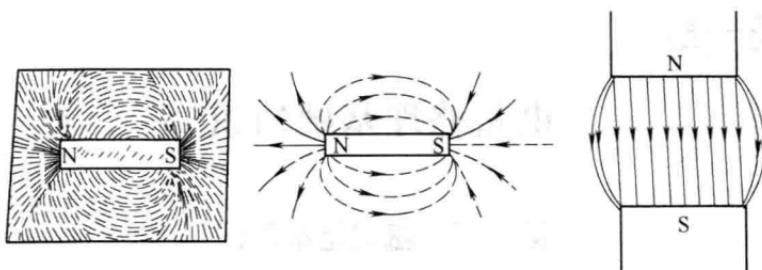

图 1-1 条形磁铁的磁力线
- 3) 磁力线的疏密程度通常表明了磁场的强弱。在磁场强的地方磁力线比较密；反之磁力线比较疏。在磁场均匀的地方，磁力线疏密均匀并互相平行，如图 1-1 所示。